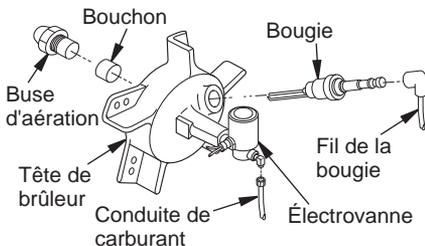

Figure 9 - Remplacement de la buse d'aération
7. Retirez délicatement la buse d'aération de la tête du brûleur à l'aide d'une clé à douille de 5/8 po (voir figure 9).